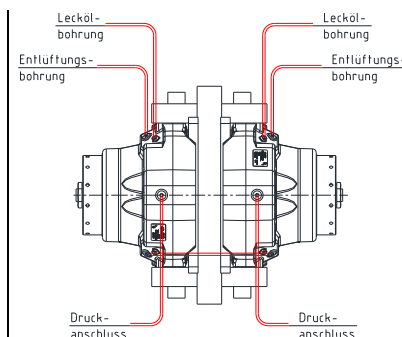

Bild 8: Druckanschluss einer Bremse
Die Bremse, bestehend aus zwei Hälften, immer an eine Druckleitung (siehe Bild 8) anschließen, da bei Versagen einer Bremsenhälfte die Brems Scheibe einseitig mit voller Bremskraft belastet wird.
- Schließen Sie die Druckölleitung an die Druckanschlüsse der Bremse an (siehe Bild 8, 9 und 10), hierfür vorher die Verschlusschrauben entfernen.
- Schließen Sie die Leckageölleitung an die Bremse an (siehe Bild 8, 9 und 10), hierfür vorher die Verschlussstopfen entfernen.